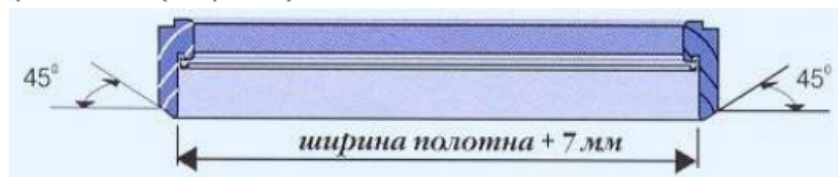

Рис.2
4. Размер верхнего элемента в части сопряжения с полотном должен быть равен ширине полотна + 7 мм. Эту разметку сделайте, приложив его непосредственно к верхнему торцу полотна (см.рис.2).